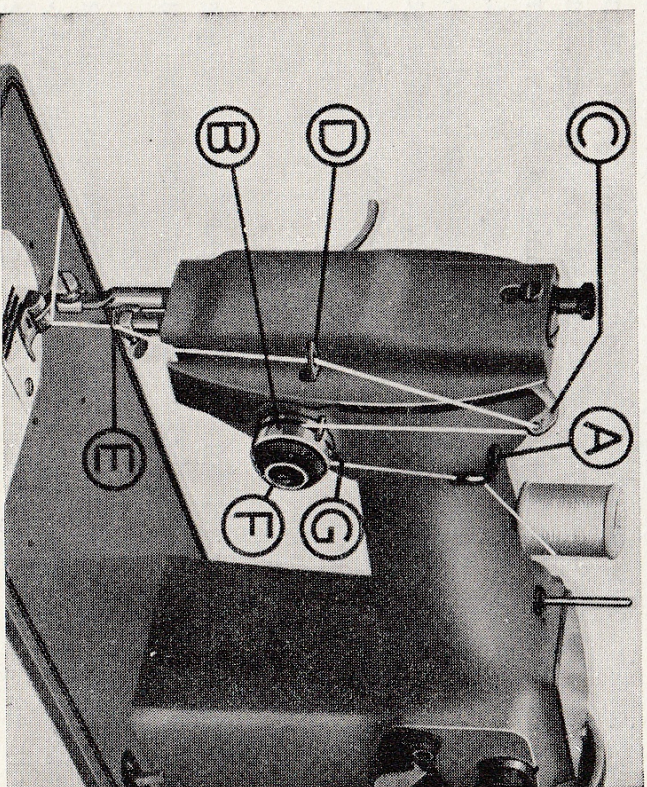

Fig. 5
De naald in haar hoogste stand brengen, door aan het handwiel te draaien. Neem het uiteinde van de draad aan het garenklosje en breng hem door het bovenste draadoogje (A, fig. 5) naar beneden en haal
hem van rechts naar links tussen de twee spannings-schijven door, die zich in de bovenspanning bevinden (B, fig. 5). Vervolgens brengt men de draad door het gaatje (C, fig. 5) van de draadtrekhevel, van rechts naar links, daarna door het draadoogje (D, fig. 5), en door de draadgeleider (E, fig. 5). Eindelijk, steekt men hem, van voor naar achter, door het naald oog en trekt men hem zachtjes aan tot hij ongeveer 10 cm door het naald oog is.
De bovendraad door het gaatje van de draadtrekhevel leiden. De reguleerknop (F, fig. 5) naar links draaien, totdat zijn aanwijzer zich, langs deze zijde, verwijderd
van de aanwijzer die op de bovenzijde van de boven-draadspanning gegraveerd is (G, fig. 5). Als men zachtjes en gelijkmatig aan het draadeinde trekt, bemerkt men een zekere weerstand bij het glijden, d.w.z. dat de draad onder spanning staat. Als men de reguleerknop naar rechts draait, verhoogt men de spanning. Hoe verder men de reguleerknop naar rechts draait, hoe hoger de spanning wordt.
- Als het naaiwerk af is, de draadtrekhevel (C, fig. 5)